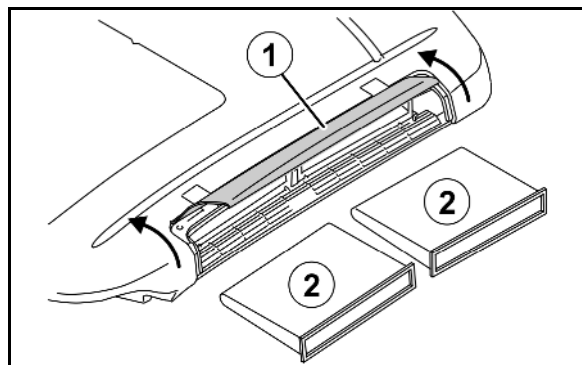

图 187
1. 打开驾驶室顶棚上的盖板（图 187/1）。
2. 将过滤器（图 187/2）解锁并取出，然后更换。